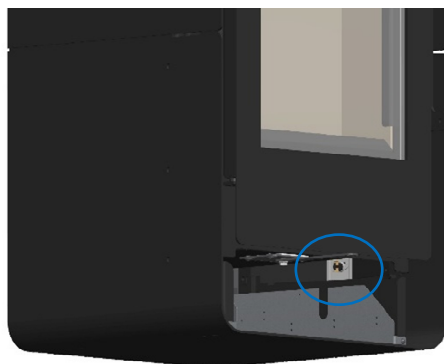

Figura 38 - Fixação do termostato do kit de ventilação
* Fixe o termostato do kit de ventilação na lateral do equipamento, Figura 38;